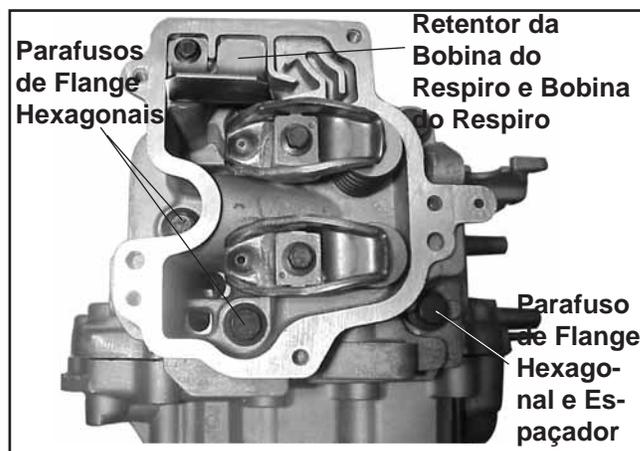
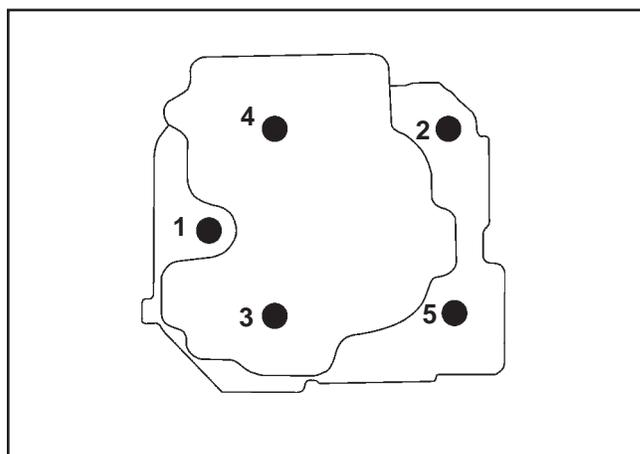

Figura 11-34. Instalar a Cabeça do Cilindro.
Figura 11-35. Sequência de Aperto do Fixador da Cabeça do Cilindro.
5. Instale a bobina do respiro, o retentor da bobina e fixe com o parafuso de flange hexagonal M5. Aperte o parafuso até $6,2 \text{ N}\cdot\text{m}$ (55 pol. lb.) no orifício novo, ou até $3,9 \text{ N}\cdot\text{m}$ (35 pol. lb.) em orifício usado. Consulte a Figura 11-34.
3. Instale uma junta da cabeça do cilindro nova e o conjunto da cabeça do cilindro no cárter. Faça deslizar o espaçador e a anilha para um dos parafusos da cabeça nova e instale-o na posição #5 (entre as portas de admissão e de escape). Consulte a Figura 11-34. Se o motor tiver um interruptor de corte de temperatura alta, insira um parafuso de cabeça comprido novo (90 mm) através da anilha especial (plana numa das extremidades) e o interruptor de corte e instale-o na posição #1. Consulte a Figura 11-35. Instale os parafusos de cabeça novos restantes. Seguindo a sequência na Figura 11-35, aperte os parafusos até $24 \text{ N}\cdot\text{m}$ (18 pés lb.). Depois repita a sequência para um aperto final de $48,9 \text{ N}\cdot\text{m}$ (36 pés lb.).